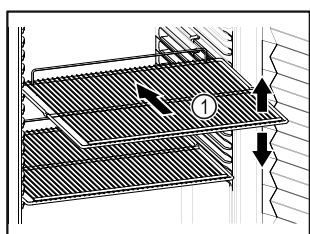

Fig. 50 Représentation à titre d'exemple
- ❑ Lorsque les grilles de support Fig. 50 (1) peuvent être déplacées, changez leur position en fonction de la hauteur des aliments.